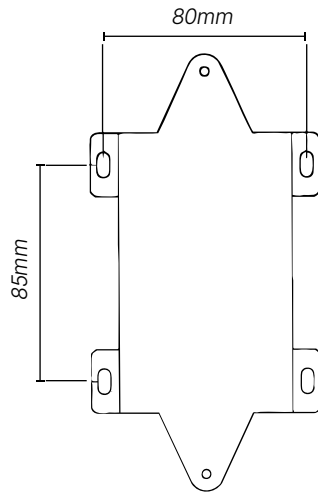

Figura 4: Soporte de montaje
3. Fije el soporte de montaje a la pared con cuatro tornillos ST 4x25. Consulte la figura 4.